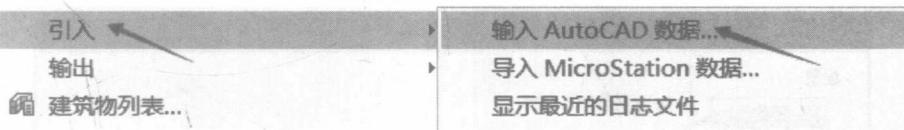

图 2-36
1) 在【命令栏】单击【文件】按钮，然后在弹出来的选项面板中单击【引入】选项，再次弹出选项面板并单击【输入AutoCAD数据】选项，如图2-36所示。